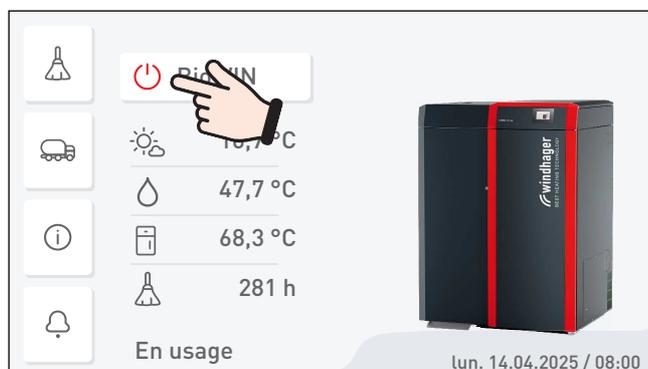

Fig. 59 Éteindre la chaudière à pellets
- ▶ Éteindre la chaudière à pellets en appuyant sur la touche MARCHE/ARRÊT sur InfoWIN Touch (Fig. 59 – voir aussi la notice d'utilisation d'InfoWIN Touch) et attendre que la phase d'extinction soit terminée (env. 20 min).